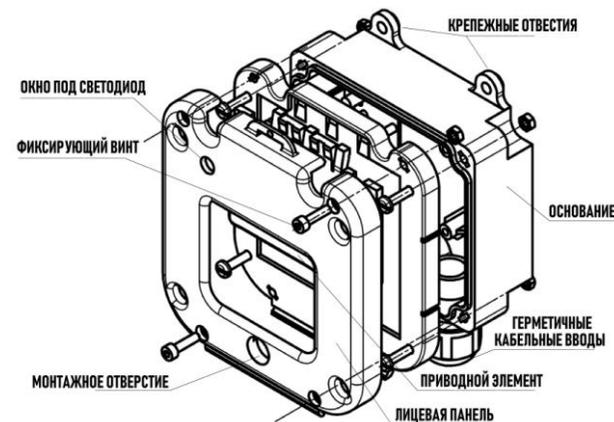

Рис.1. Элементы конструкции устройства
2.4. Конструктивно устройство состоит из пластикового корпуса, основание которого с электронным блоком закрепляется на стене помещения. Затем лицевая панель с приводным элементом шурупами крепится к основанию. Корпус устройства по требованию заказчика может быть оборудован герметичными пластиковыми кабельными вводами для подведения проводников диаметром от 6 до 14мм или от 11 до 18мм, герметичными вводами МКВ (см. таблицу) из нержавеющей стали марки 12Х18Н10Т, предназначенными для различных вариантов прокладки кабеля количеством 2 шт. Элементы конструкции устройства показаны на рис.1.